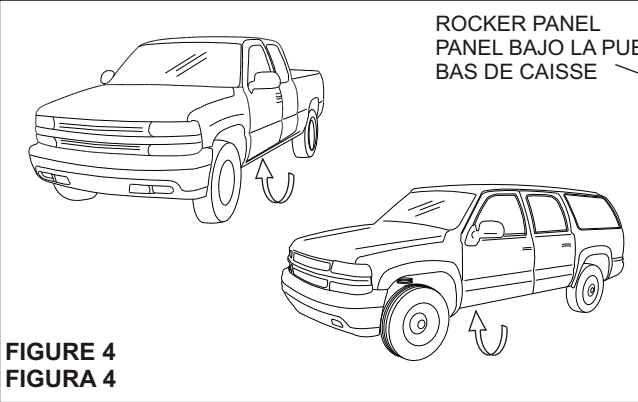

FIGURE 4 FIGURA 4
**STEP 4.** Align and tighten mount brackets. Attach twist brackets to vehicle as shown (See Figure 4).
**ETAPE 4.** Alineez et serrez les supports de fixation. Fixez les supports de torsion au véhicule tel qu'illustré, (voir figure 4).